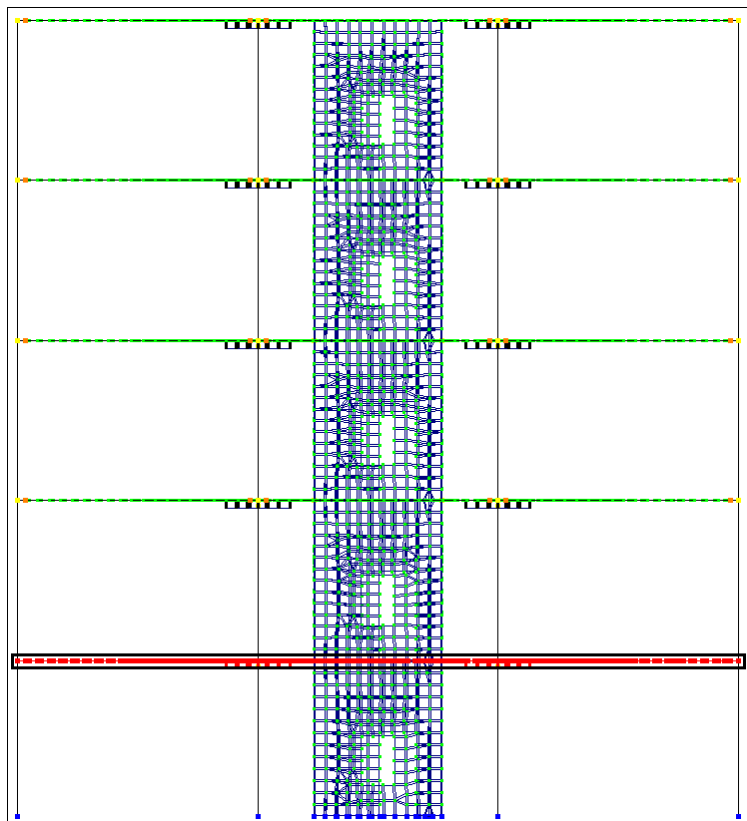

Рис. 20.1 Выделение плиты перекрытия 1-го этажа
- Отметим плиту перекрытия первого этажа, выделяя ее рамкой (рис.20.1). Отмеченные элементы окрасятся в красный цвет. Щелкните правой кнопкой мыши по графической зоне экрана. В открывшемся контекстном меню активируем строку **Фрагментация**. На экране останутся только отмеченные элементы.